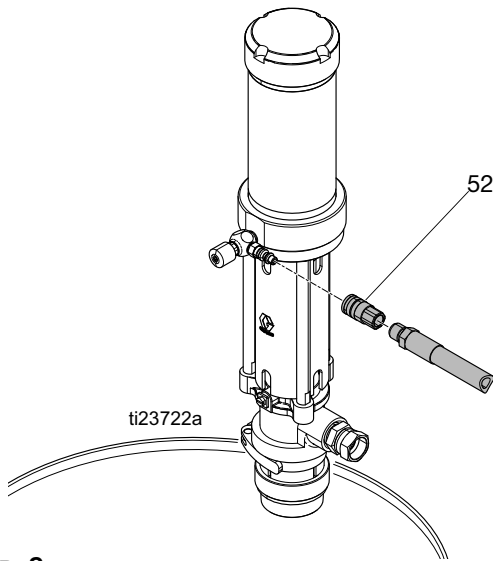

ABB. 8
5. Luftleitung (3/8 Zoll (76 mm) ID Minimum) mit mitgeliefertem Luft-Schnelltrennanschluss (52) anschließen. Siehe ABB. 8.